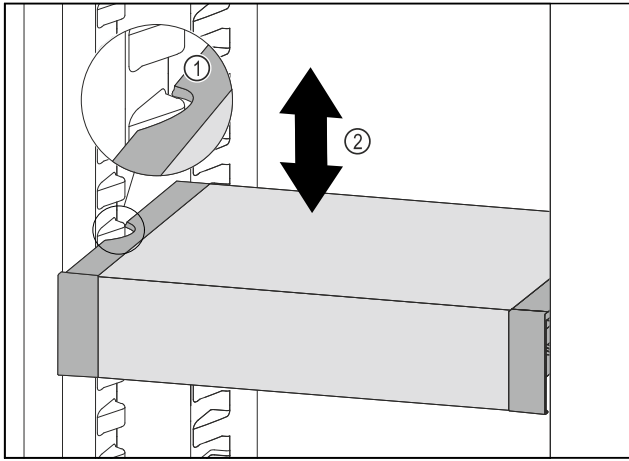

Fig. 126
- ▶ Vedä VarioSafe-laatikkoa ulospäin, kunnes VarioSafen sivuilla olevat lovet ovat jääkaappiosassa olevien kotelo-kiilojen tasolla. Fig. 126 (1)
- ▶ Siirrä VarioSafe-laatikkoa ylös- tai alaspäin jääkaappiosassa haluttuun korkeuteen. Fig. 126 (2)